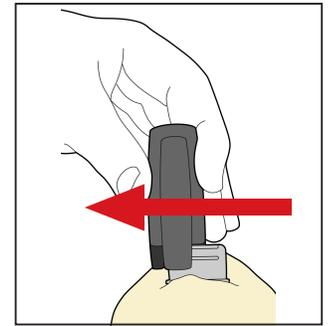

Fig. 13
7. Una vez totalmente colocada la mascarilla, retire el aplicador IntegraBite de la placa oclusal deslizándolo a la derecha o a la izquierda (Fig. 13).